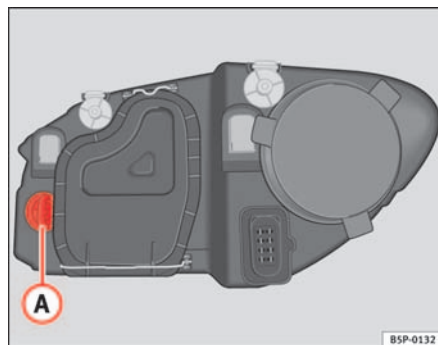

Fig. 174 Lâmpada das luzes intermitentes
- Rodar o porta-lâmpadas ⇒ fig. 174 **A** para a esquerda e puxar.